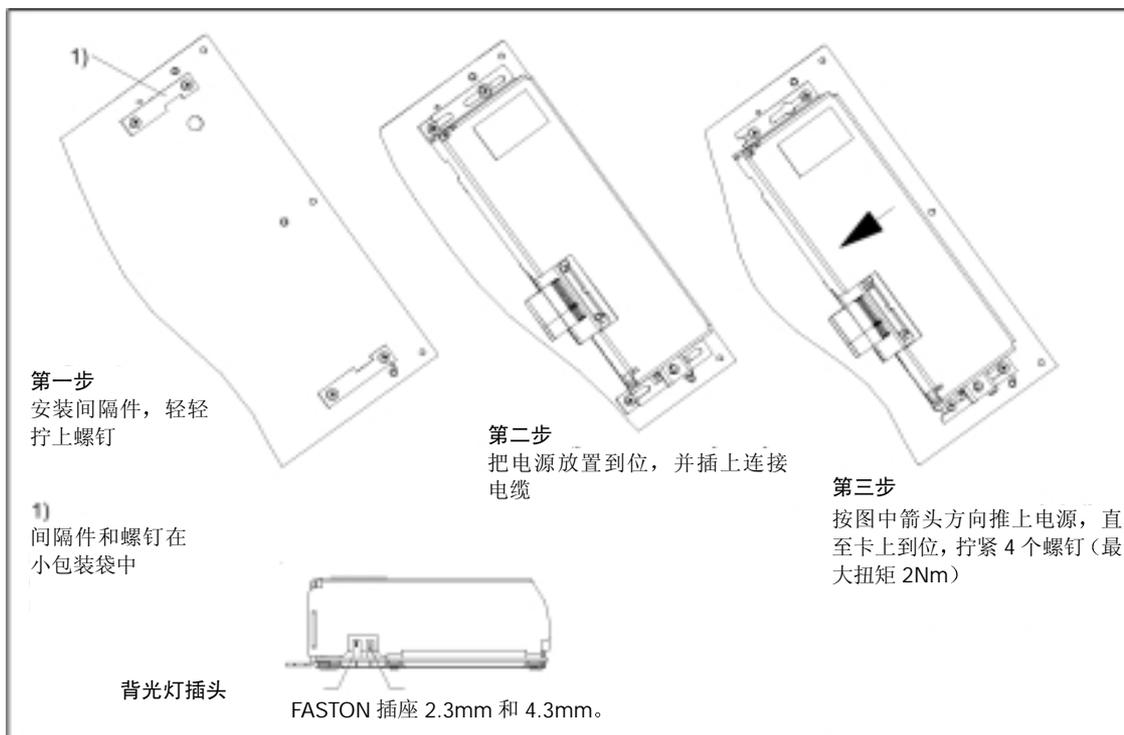

图 3-8 安装 24V/8A 电源
- 安装 24V/8A 电源，如同图 3-8 所示（3 步）